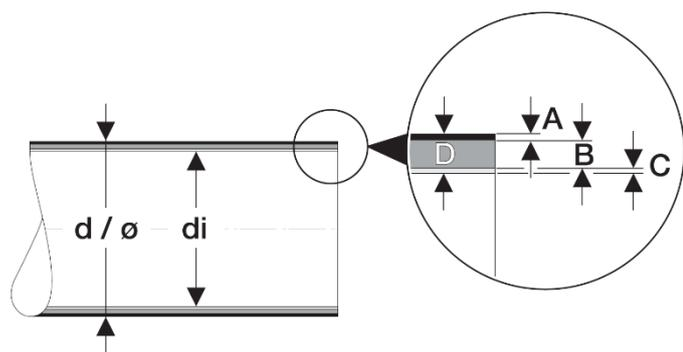

Fig. 1 – Composition de paroi
Les tubes du système Geberit Silent-PP présentent une composition en trois couches, fabriquée par co-extrusion en une opération. La matière première utilisée est un copolymère de polypropylène (PP), auquel on ajoute du talc pour la couche centrale. La composition de paroi est présentée dans la Figure 1 et au Tableau 1 ci-après.